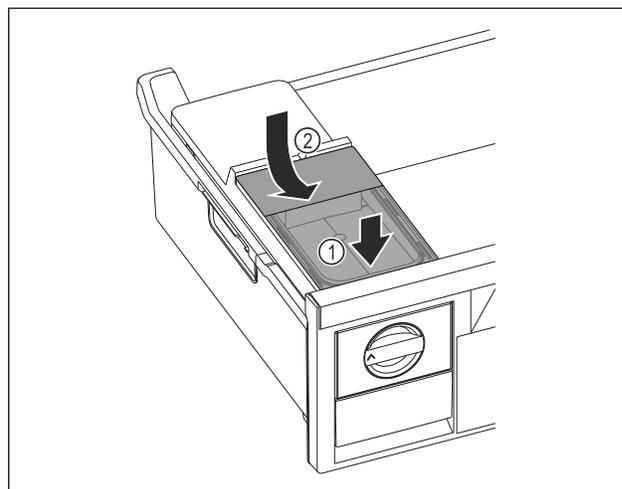

Fig. 113
- Placer le réservoir d'eau à l'avant. Fig. 113 (1)
- Abaisser le réservoir d'eau à l'arrière. Fig. 113 (2)